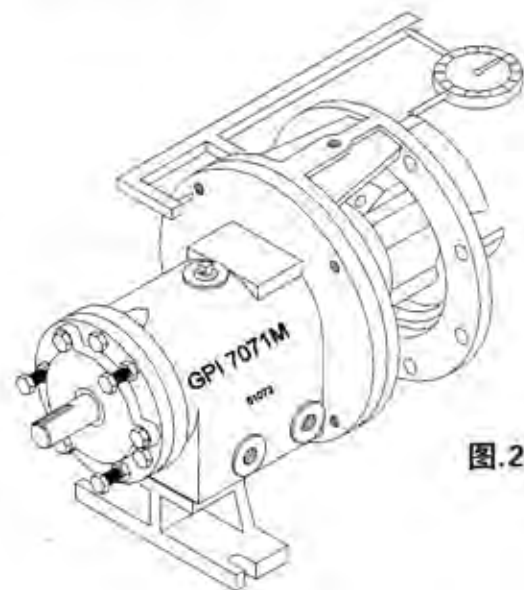

图.23
- 15.检查叶轮移位。如果叶轮片顶到叶轮片顶之间的总读数的变化超过.005英寸，找出原因，并及时纠正。(图23)